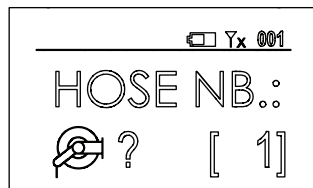

Fig. 4
2. A continuación se muestra automáticamente la pantalla de configuración (Fig. 4). La pistola queda a la espera de introducir el número de enrollador que desea asociar.